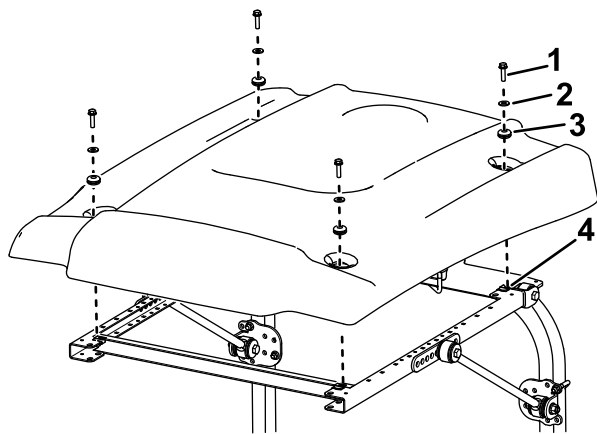

Figura 35
15. Ao alinhar os furos de montagem, posicione o toldo na estrutura como se mostra na Figura 35.
- Monte, sem apertar completamente, cada canto do toldo na estrutura com um parafuso de cabeça flangeada (5/16 x 1 pol.), uma anilha pequena e um olhal (Figura 35).